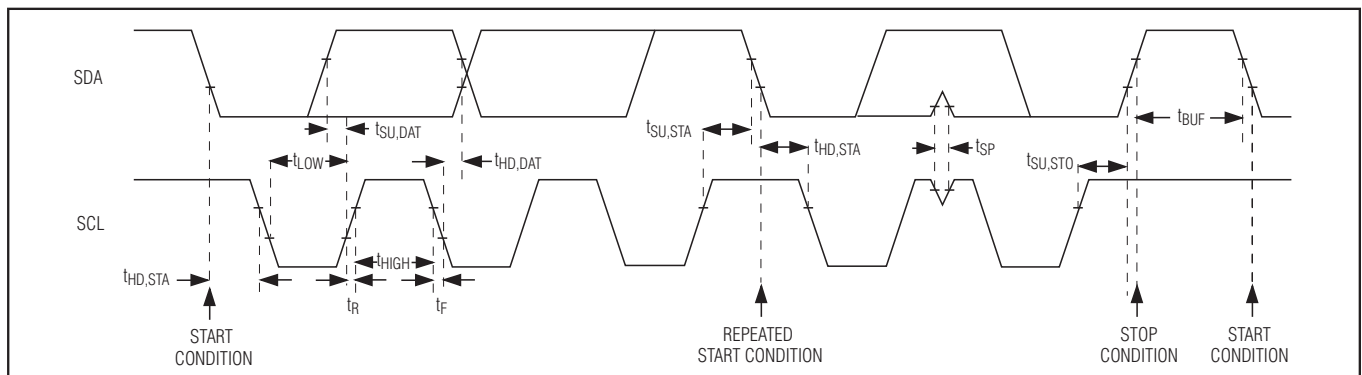

図1. I2Cシリアルインタフェースのタイミング図
I2C TIMING CHARACTERISTICS (Figure 1)
MAX9669は、シリアルデータライン(SDA)およびシリアルクロックライン(SCL)で構成される、I2C/SMBus™対応の2線式シリアルインタフェースを備えています。SDAとSCLによって、MAX9669とマスタ間で最高400kHzのクロック速度での通信が容易になります。図1は2線式インタフェースのタイミング図を示しています。マスタがSCLを生成してバス上にデータ転送を開始します。マスタデバイスは、正しいスレーブアドレスの後にレジスタアドレスとそれに続くデータワードを伝送して、MAX9669にデータを書き込みます。各伝送シーケンスは、START (S)またはREPEATED START (Sr)条件およびSTOP (P)条件によって区切られます。各バイトは8ビットでMAX9669にシリアルに伝送され、その後にアクノリッジクロックパルスが続きます。MAX9669からデータを読み取るマスタは、正しいスレーブアドレスの後に9つのSCLパルスをシリアルに伝送します。MAX9669は、マスタが生成するSCLパルスと同期してSDA上にデータを伝送します。マスタは各データバイトの受信をアクノリッジします。各読取りシーケンスは、STARTまたはREPEATED START条件、非アクノリッジ、およびSTOP条件によって区切られ